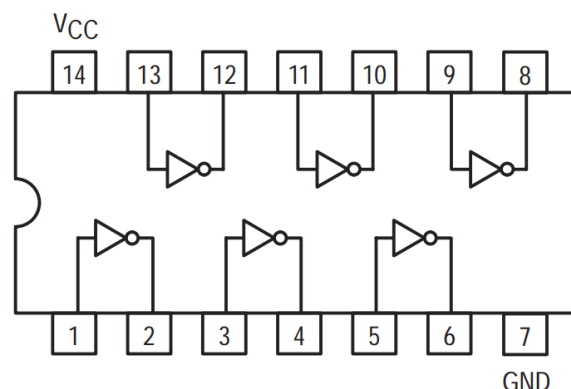

Figura 2: Circuito integrado com portas inversoras (xx74yy04zz), [2].
A organização interna do circuito integrado (CI) da porta lógica inversora identificado pelo código xx74yy04zz é apresentada na Figura 2, sendo V_{CC} a tensão de alimentação e GND o terra. Este CI apresenta internamente 6 portas lógicas inversoras.